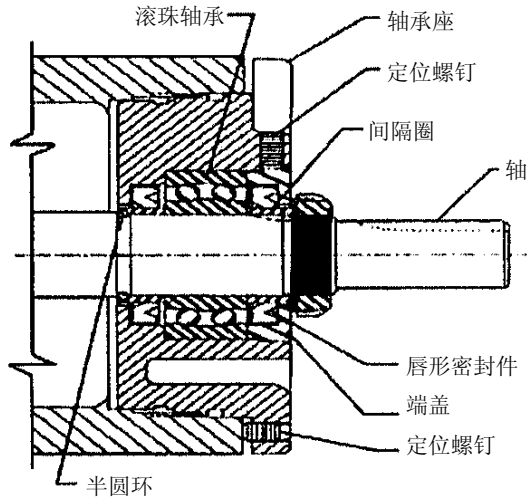

图 5
4. 松开轴承座表面的定位螺钉，将轴承座部件从支架上拆除。参见图 5 或 6。
参见图 5 和 6 的轴承座组件部分。
6. “LS”泵：在滚子轴承外面涂上油脂，将轴承推压到轴承座中。可以参见图 5。